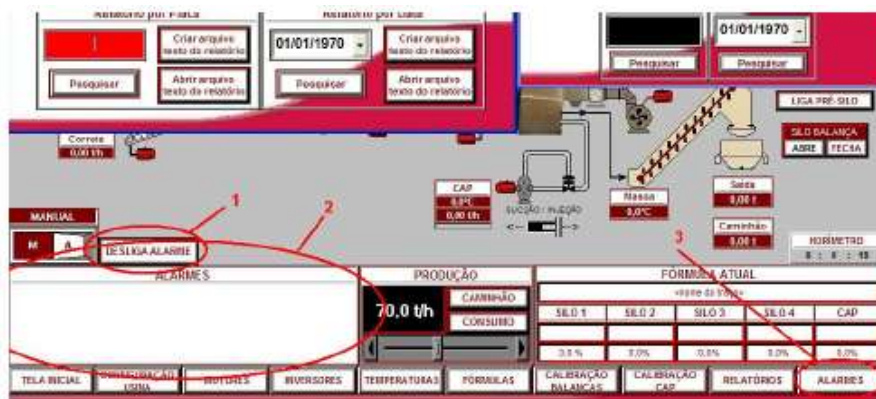

Figura 32 – Sinais de Alarme
Sempre que ocorrer uma irregularidade na Usina de Asfalto a mesma será sinalizada através de um alarme, será apresentada através de uma mensagem na tela do computador conforme indicado na figura 32 (item 2).